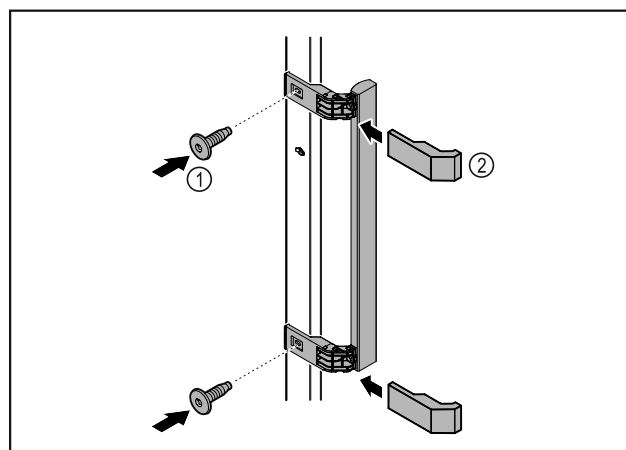

Fig. 7
- Szerelje fel az ajtóra a kilincset a csomagban található csavarok Fig. 7 (1) segítségével.
- Helyezze fel a fedelet Fig. 7 (2).